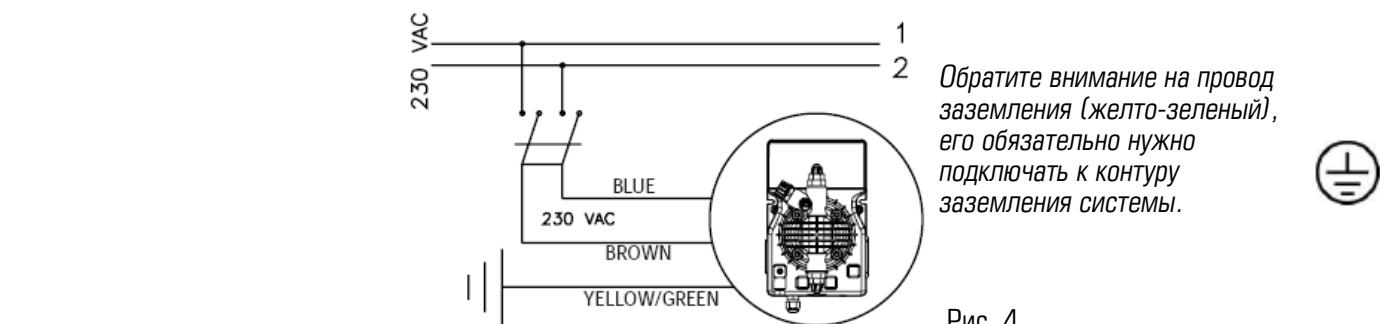

Рис. 4
1. Отсоединить пины от сетевой розетки или отключить питание двухполюсным выключателем с минимальным расстоянием между контактами 3 мм (Рис. 4)
- Установка mA (1) УСТАНОВКА 1: 4,0 mA
- Установка mA (2) УСТАНОВКА 2: 20,0 mA
- Импульсы в минуту (1) УСТАНОВКА 1: 0
- Импульсы в минуту (2) УСТАНОВКА 2: 100-120
- Ниже mA (1) УСТАНОВКА 1: Стоп
- Выше mA (2) УСТАНОВКА 2: Стоп
b. – Перед началом установки ознакомьтесь с правилами электрических подключений в вашем регионе. (Рис. 4)